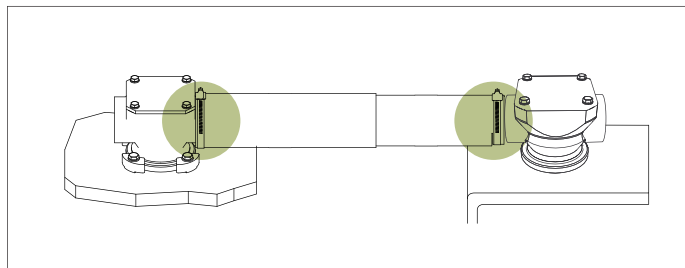

Рис. 41. Фиксация двух хомутов крепления
17. Зафиксируйте защитные патрубки с помощью хомутов крепления. См. рис. 41.